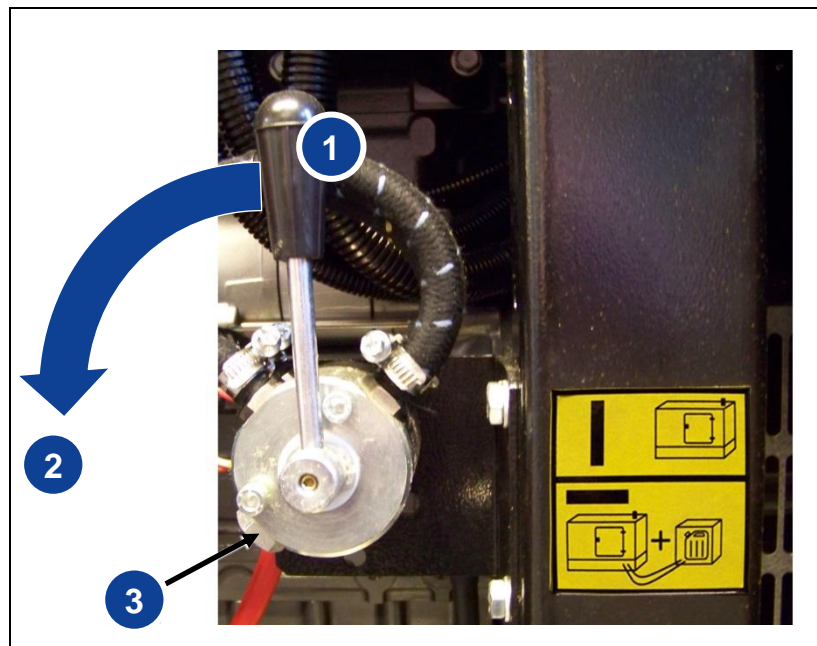

Abb. 10.6: Kraftstoffhahn / Betankungsgerät
Für den Anschluss benötigen Sie zusätzlich zwei 1/4"-Einschraubnippel, an denen je ein passender dieselbeständiger Schlauch für Vor- und Rücklauf montiert wird (nicht im Lieferumfang enthalten). Die so angefertigten Schläuche werden durch die Durchführungen im Rahmen des Stromerzeugers (siehe Abb. 8.3 ⑦) verlegt und anstelle der am 3-Wege-Kraftstoffventil (siehe Abb. 10.6) befindlichen Blindstopfen ③ befestigt. Am äußeren Ende werden die beiden Schläuche mit einem geeigneten Betankungsgerät verbunden.